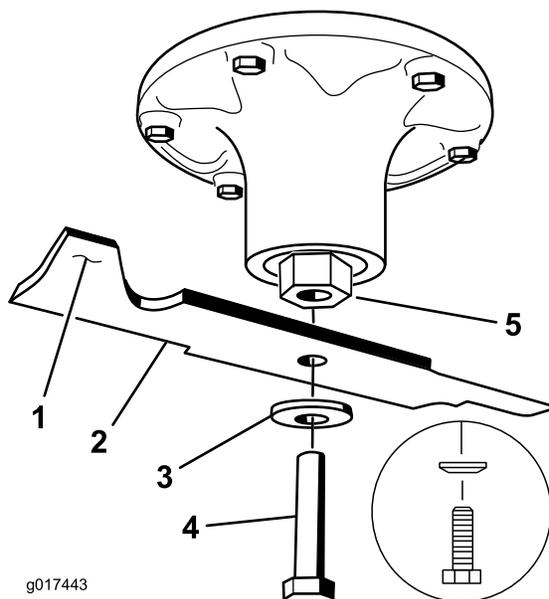

**Figura 77**
5. Misurate dalla punta della lama alla superficie piana (Figura 77).